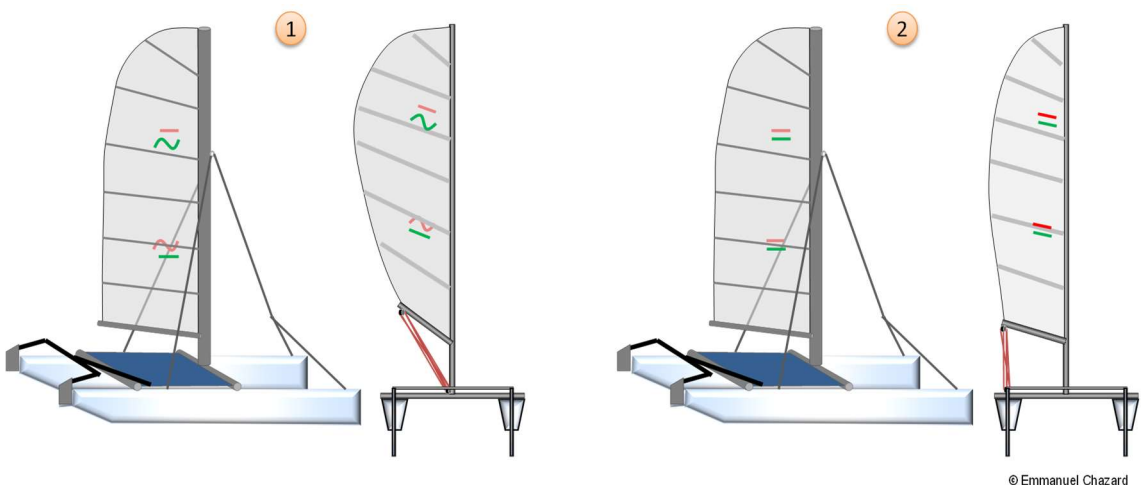

Figure 66. Exemple typique de réglage de la GV sur toute sa hauteur
La Figure 66 présente un cas d'étude assez fréquent. Le catamaran représenté à gauche est au grand largue tribord amure (1). Au regard des penons, sa GV est trop bordée en bas et trop choquée en haut. La vue postérieure donne l'explication : le chariot est au milieu, tandis que le palan est entièrement choqué. La solution dans ce cas consiste à choquer le chariot et border modérément le palan (2).